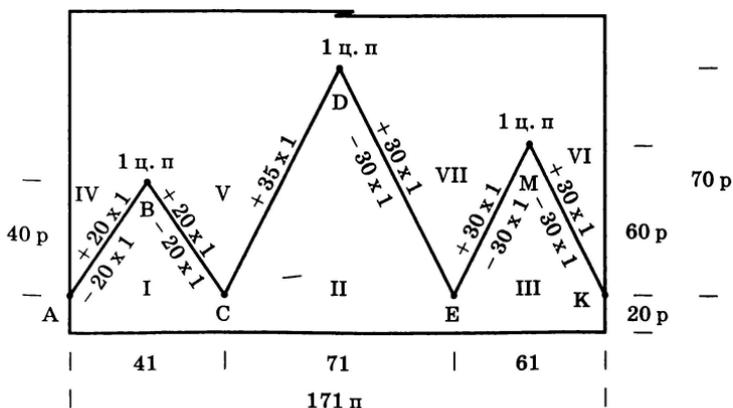

Рис. 63. Ломаная горизонтальная линия
**Пример расчета и выполнения соединения двух цветов по ломаной горизонтальной линии** (рис. 63). Ломаная горизонтальная линия ABCDEMK образована сторонами трех равнобедренных треугольников: ABC, CDE и EMK. Вершины С и Е являются общими для двух треугольников, следовательно 41-я игла основания AC является первой иглой основания CE, а 71-я игла основания CE — первой иглой основания EK. Вот почему при